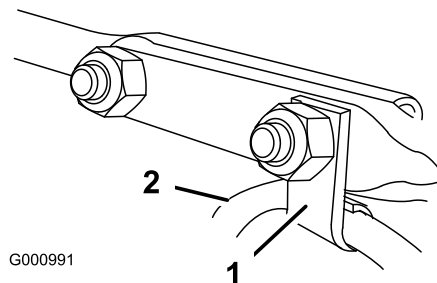

Рисунок 12
6. Наденьте кабельный зажим, который поддерживает тросик дефлектора, на передний каретный болт и закрепите каретные болты контргайками из пакета с отдельными деталями (Рисунок 12).